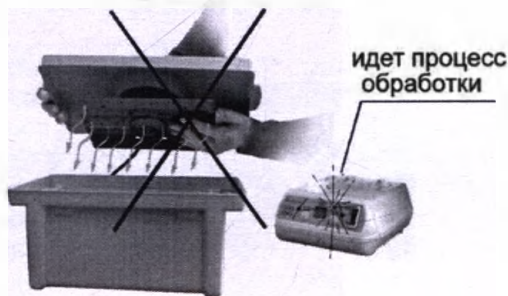

Рис. 10
- Не поднимайте УЗ-излучатель из раствора и не касайтесь излучателя во время процесса обработки (рис. 10).